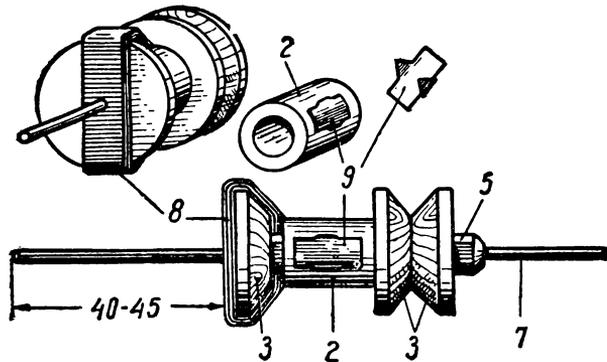

Рис. 119. Сборка якоря электромотора:
Сборка якоря показана на рис. 119. Сначала возьмите шейку (2), наколите на нее шипами